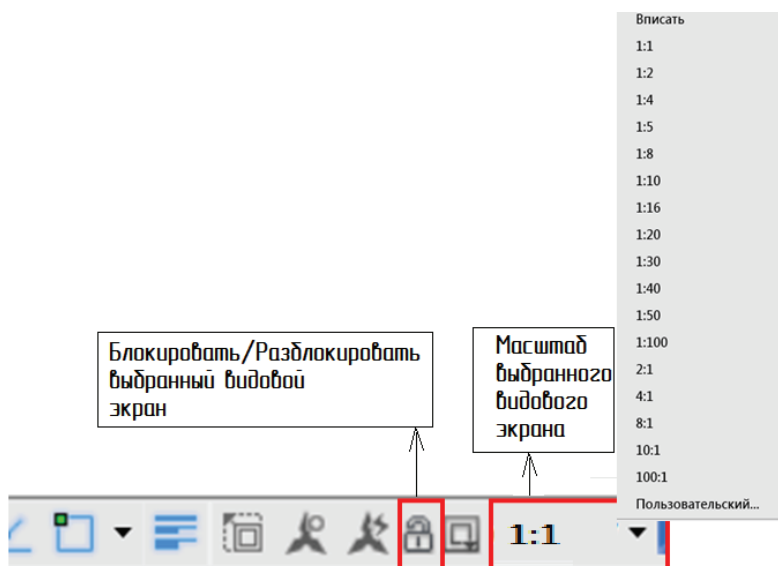

Рис. 2.4.10. Масштаб видового экрана
3. **Третий этап.** Установим масштаб выполненного изображения. Окно **Масштаб видового экрана** (рис. 2.4.10) появляется в **Строке состояния**, если видовой экран выделен. Выберите из списка масштабов видового экрана масштаб 1:1.
4. **Четвертый этап.** Заблокируйте видовой экран, щелкнув кнопку **Строки состояния** (рис. 2.4.10). Формирование изображения ортогональных проекций детали на листе формата А3 гор выполнено.